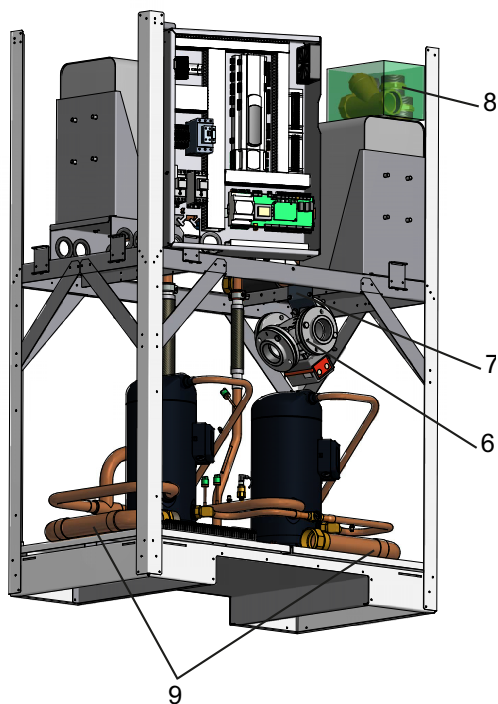
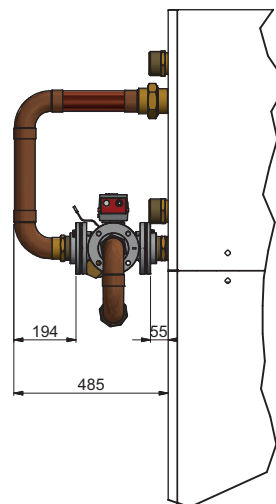

Fig. 7.1:
Fig. 7.2:
La vanne d'inversion hydraulique 4 voies (1) pré-montée avec le servomoteur est fixée sur la plaque de base avec 3 équerres de fixation. Les équerres de fixation doivent être retirées, le joint de bride placé sous la vanne d'inversion 4 voies devant être utilisé (voir Fig. 7.1 - page 6). Des joints de bride supplémentaires se trouvent dans la pochette contenant les brides filetées accompagnant l'appareil (2). Les éléments de raccordement sont rangés avec le filtre de protection dans le carton de livraison (3) sur l'échangeur thermique à plaques. Un ensemble tuyau pré-monté (4) se trouve sur la plaque de base et un autre ensemble tuyau (5) est fixé dans la partie supérieure sur un élément de tôle. Ces ensembles tuyaux doivent être raccordés avec les brides filetées comme cela est représenté dans la Fig. 7.2 - page 6.
Durant cette opération, veiller à obtenir les cotes d'espacement montrées dans la Fig. 7.2 - page 6 en procédant à l'étanchement entre le manchon double et la bride filetée sur la pompe à chaleur d'un côté, et entre l'ensemble tuyau " Départ eau de chauffage " et la bride filetée de l'autre côté. Une fois la position de montage requise atteinte, les brides doivent être reliées à la vanne d'inversion hydraulique 4 voies avec les joints fournis au moyen de vis, rondelles et ressorts-bagues.